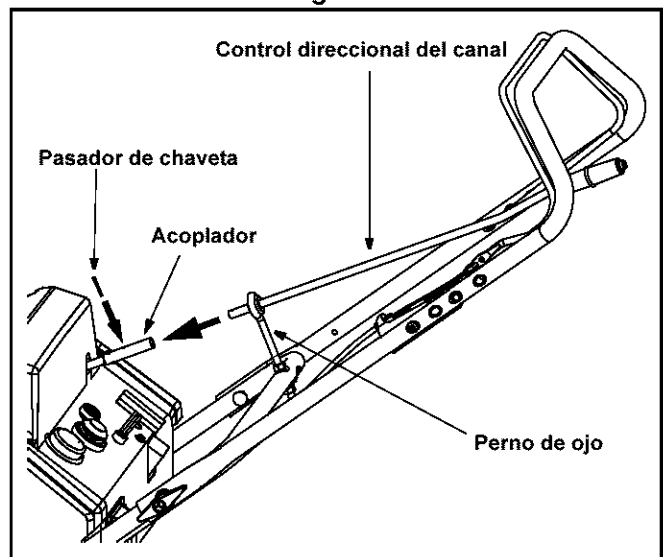

Figura 5
- Gire el control direccional del canal para alinear el agujero del acoplador con el del control direccional del canal e inserte el pasador de chaveta a través de ambos agujeros. Doble los extremos del pasador de chaveta en direcciones opuestas para ajustarlo en su lugar. Ver Figura 5.